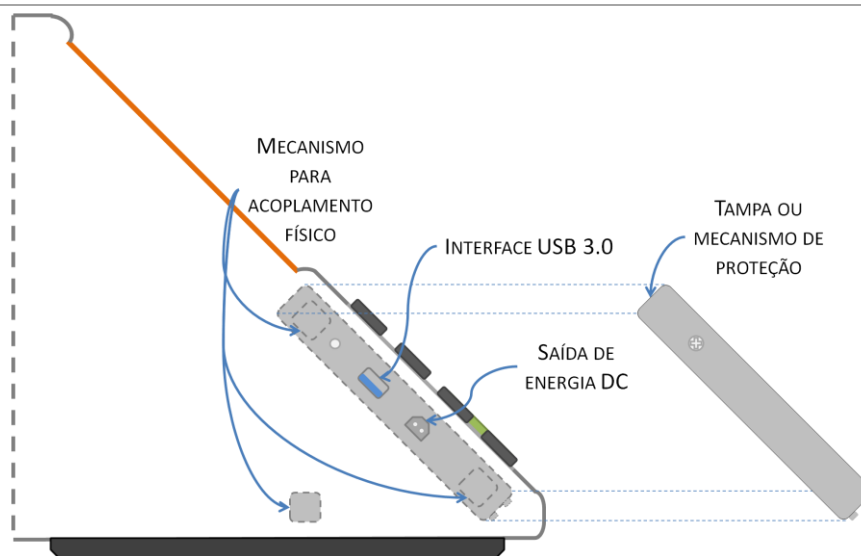

Figura 15 - Exemplo de conexões para acoplamento lateral
35.7. Um exemplo das conexões de acoplamento lateral está ilustrado na Figura 15;